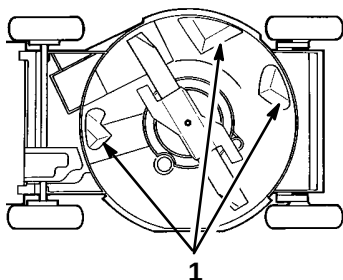

Figure 23
Pour préserver un fonctionnement optimal, le dessous du carter de tondeuse doit rester propre. Veiller particulièrement à ce que les plaques de déflexion ne soient pas couvertes de débris (Fig. 23).
3. Basculer la tondeuse du côté gauche, filtre à air en haut (Fig. 23).